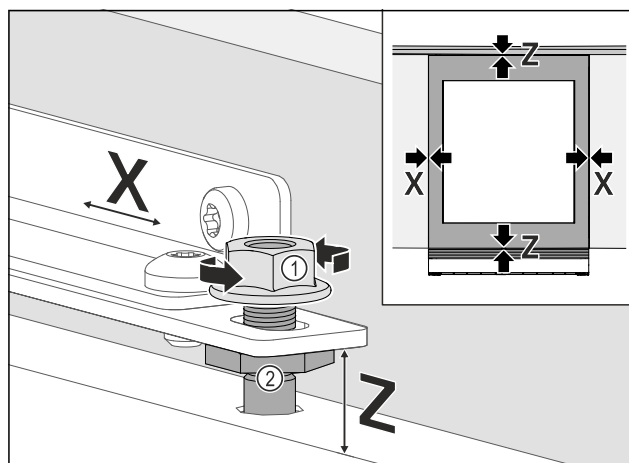

Fig. 94
- ▶ Πλευρική ευθυγράμμιση πόρτας επίπλου: Λύστε το κόντρα παξιμάδι Fig. 94 (1), μετακινήστε την πόρτα επίπλου προς την κατεύθυνση X.
- ▶ Σφίξτε τα κόντρα παξιμάδια Fig. 94 (1).
- ▶ Ευθυγράμμιση πόρτας επίπλου σε ύψος Z και ως την πλευρική κλίση: Ρυθμίστε τον πείρο ρύθμισης Fig. 94 (2).